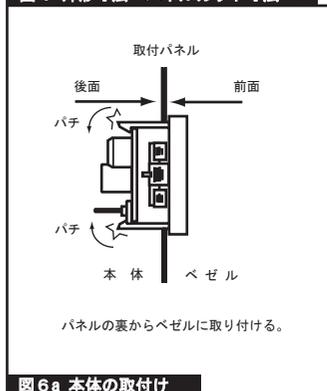
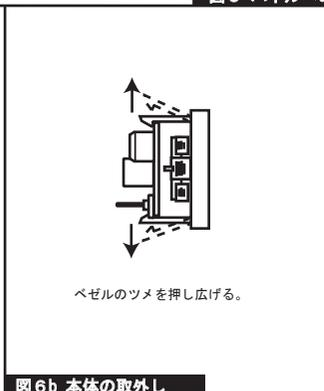

図6a 本体の取付け
図6b 本体の取外し
- (2) ベゼルを取り付けたら次に、本体を取り付けパネルの裏からベゼルに取り付けます。取り付けは、ベゼルのツメに本体基板の四隅の切りかき部を合わせ、ベゼルに本体がパチンと入るまで押し入れます。（図6a）
- (3) 取り付けが完了したら、ベゼルがパネルから浮き上がっていないか、ツメと本体がただしくかみあっているかを確認してください。
- (4) 本体を取り外す場合は、マイナスイドライバーのようなもので、ベゼルのツメを押し広げ、本体を引っ張るように取り外します。（図6b）